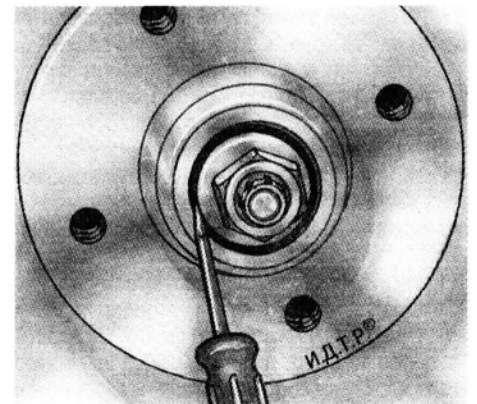

Рис. 6.7. Регулировка подшипника задней ступицы
4. Постепенно ослабляйте затяжку гайки до того момента, когда шайбу, расположенную под ней (рис. 6.7), можно будет свободно перемещать отверткой (не опирайте отвертку на ступицу).